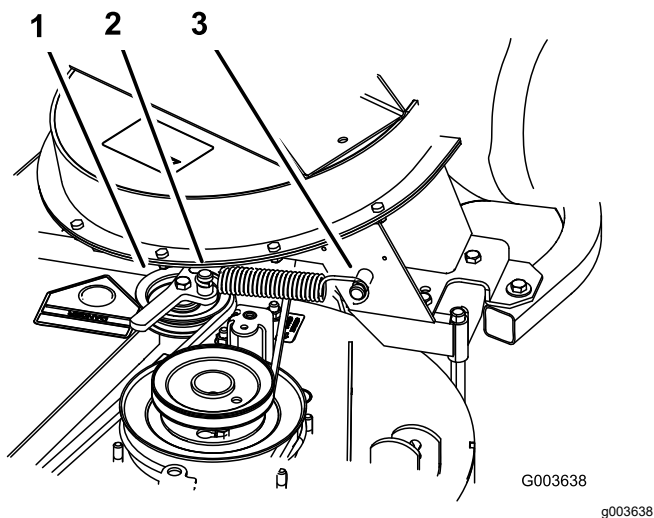

Bild 19
- Setzen Sie die Feder ein, siehe Bild 19.